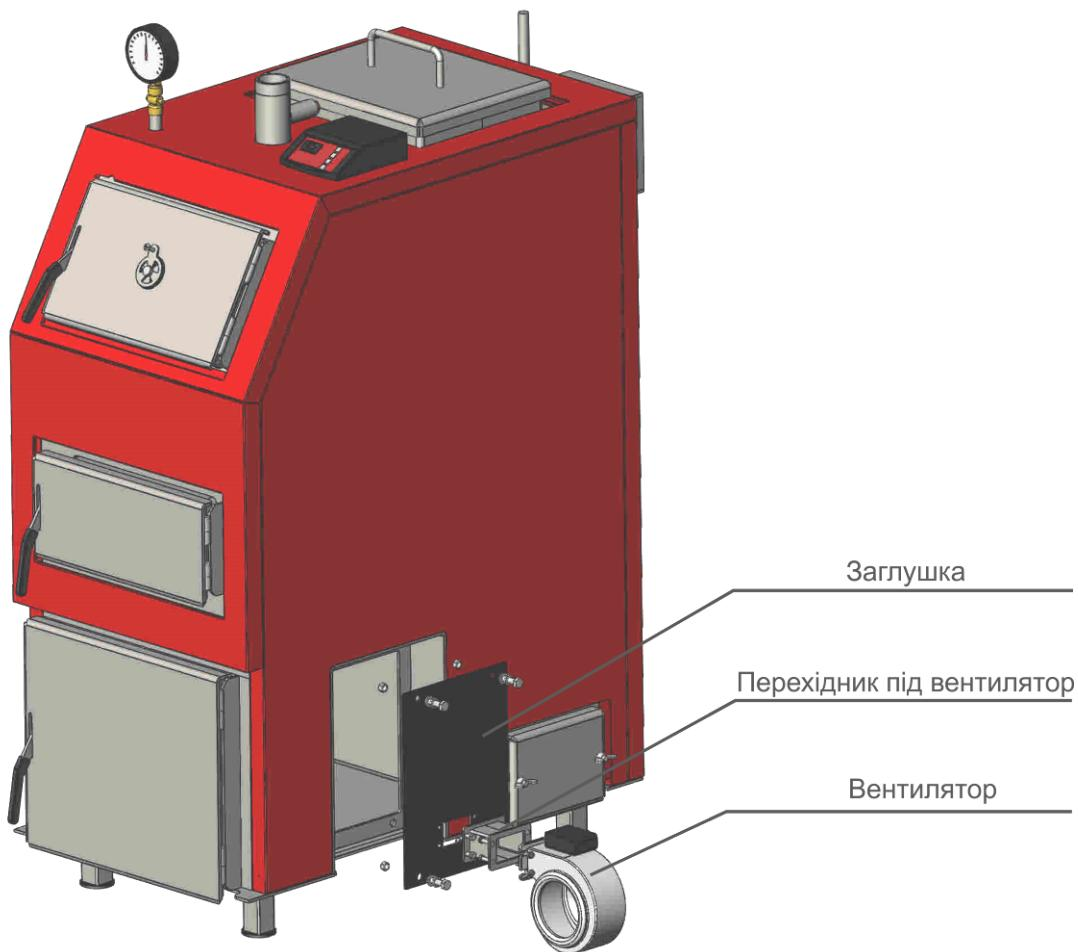

Рис.3 Схема монтажу заглушки з вентилятором на місце пелетного пальника при необхідності ремонту чи сервісному обслуговуванні
При переході на ручний режим роботи необхідно на колосникові труби верхньої камери згорання покласти чавунні решітки (див. рис.3). Завантаження палива відбувається вручну, через завантажувальний люк. Подача повітря для спалювання палива в верхню камеру згорання відбувається через пелетний пальник.
4. Встановити вентилятор з переходником на заглушку (див. Рис.3).
Схема монтажу заглушки з вентилятором для роботи котла в ручному режимі при демонтованому пелетному пальнику показана на Рис.3.